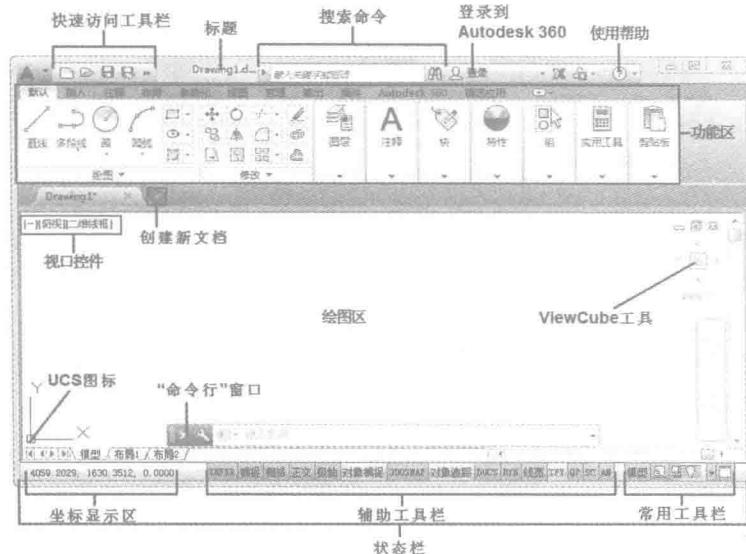

图 1-2 AutoCAD 2014 “草图与注释”工作空间
关闭“欢迎”对话框进入 AutoCAD 2014 的“草图与注释”工作空间的绘图工作界面, 效果如图 1-2 所示。
对于常用用户来说,如果习惯以往版本的界面,可以单击状态栏中的“切换工作空间”按钮③,在打开的菜单中选择“AutoCAD经典”命令,将切换到如图1-2所示的“AutoCAD经典”工作空间的工作界面。